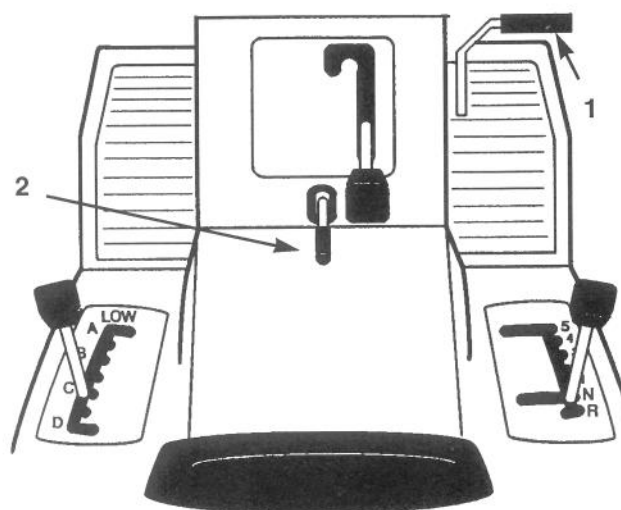

Figure 2
1. Appuyer sur la pédale d'embrayage/frein (Fig. 2) et la garder enfoncée.
2. Tirer sur le levier du frein de stationnement (Fig. 2) tout en relâchant peu à peu la pédale d'embrayage/ frein. Celle-ci devrait rester enfoncée (bloquée).
1. Appuyer sur la pédale d'embrayage/frein (Fig. 2). Le levier du frein de stationnement devrait se débloquent.